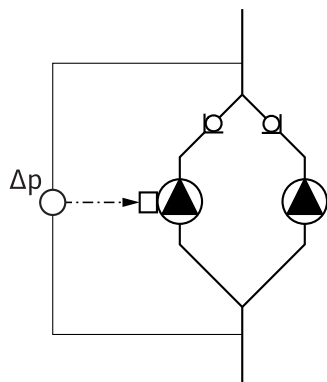

Рис. 13: Пример. Подсоединение дифференциального датчика давления
- В примере на рис. 13 основным насосом является левый по направлению потока насос. К данному насосу подключается дифференциальный датчик давления.
со стороны всасывания и с напорной стороны двухнасосной установки (рис. 13).